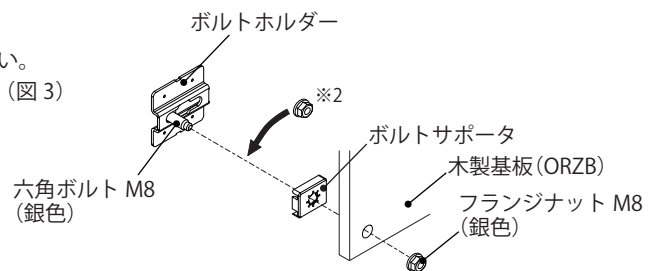

図 3
- 木製基板をセットし、フランジナット M8 (銀色) で固定してください。(図 3)